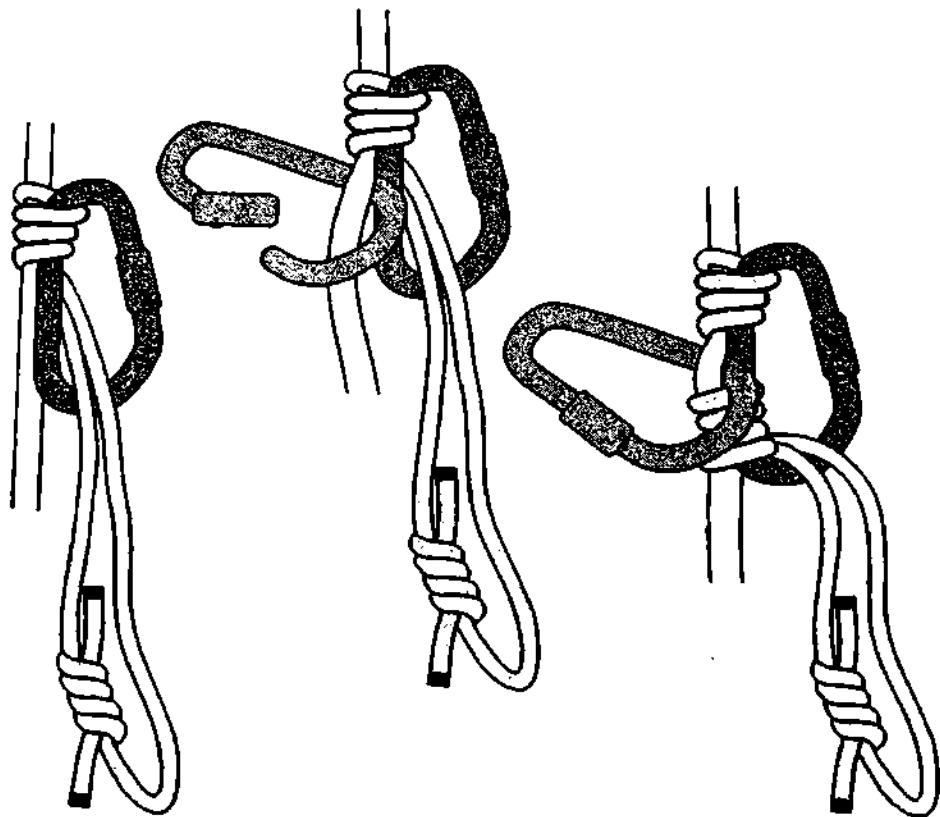

Рис. 689. **Бахман с карабином.**
*Бахман* можно связать с дополнительным карабином (рис. 689). Дополнительный карабин-вкладыш намного увеличивает силу трения и за счёт этого повышает сцепление узла на основной верёвке. На вершине основного карабина должно быть не менее двух оборотов схватывающей петли.